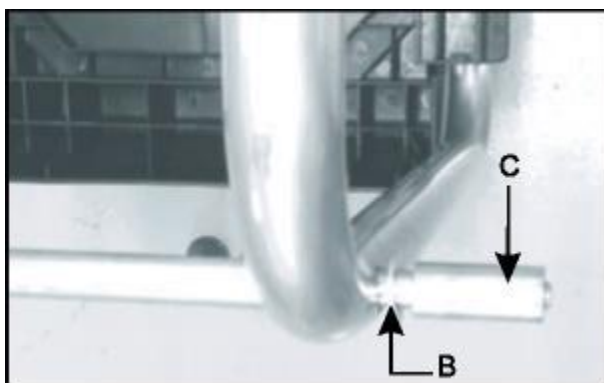

Fig. 1B
1. Colocar a anilha fornecida (B) e a manga (C) no eixo da roda. (Fig. 1B)